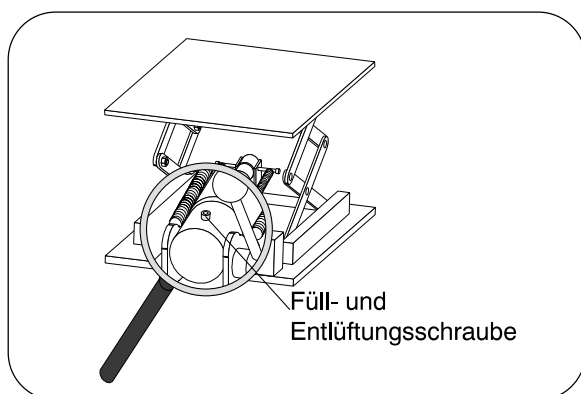

Bild 4
- Füll- und Entlüftungsschraube öffnen (siehe Bild 4)